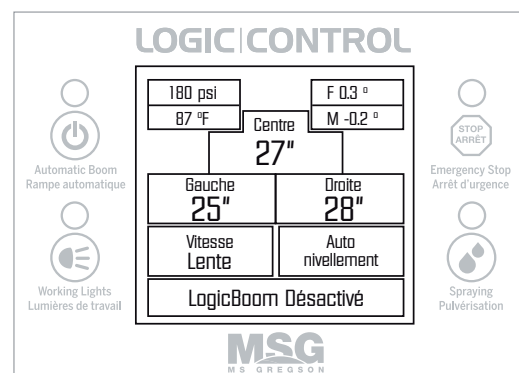

Figure 22
5. Ne pas activer de cylindres, augmenter très lentement le débit hydraulique du distributeur #2 du tracteur en observant la variation de pression dans le coin supérieur gauche sur la console (**figure 22**)